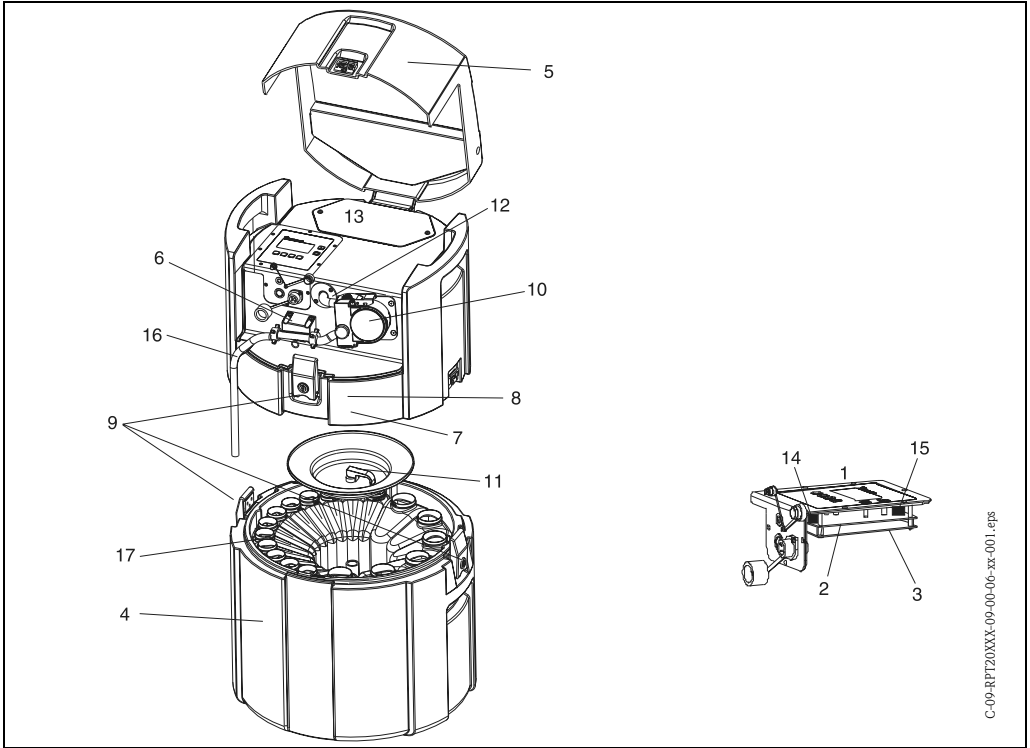

Fig. 46: Parti di ricambio (i codici delle voci sono illustrati nell'elenco delle parti di ricambio)
A	Controllore completo (→ Fig. 46, pos. 1)
B	CPU incl. display fino a codice 520013040B3 (→ Fig. 46, pos. 2)
G	CPU incl. display (→ Fig. 46, Pos. 2) a partire da codice 520014040B3